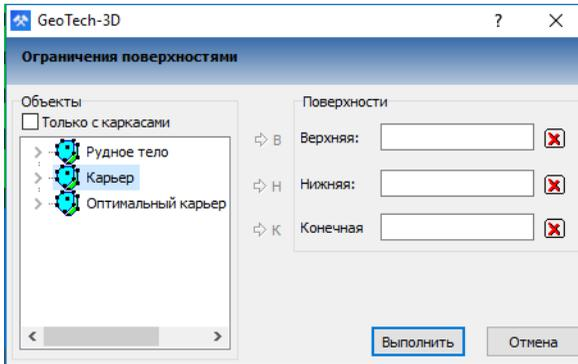

Рис. 13.10. Выбор поверхностей для метода разрезов
- Нажатие на кнопку **Выбрать поверхности** вызывает диалоговое меню **Ограничения поверхностями** (рис. 13.10) – верхней (старое положение) и нижней (новое положение) поверхностью.